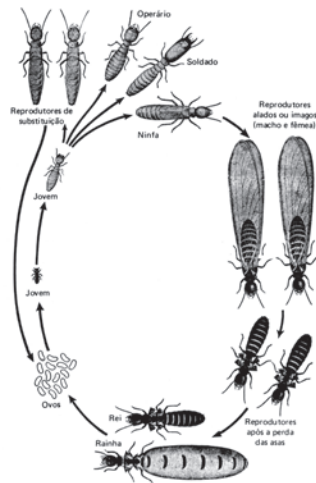

Fig. 8 – Ciclo esquemático da vida do cupim (Ordem: *Isóptera*)
- Operários (estéreis) → Reprodutores (imagos) → Soldados (Fig. 8).